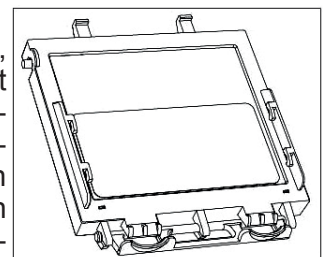

Abb. 3 A
- Um den Filter zu ersetzen, entfernen Sie die Filtereinheit von der Maske (Abb.3 A). Biegen Sie den oberen Teil der Halterung und entfernen Sie den Filter (Abb.3 B). Setzen Sie den neuen Filter sorgfältig und korrekt ein. Positionieren Sie den Filter auf der Maske neu.